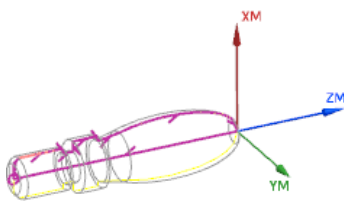

图 4.4 部件边界
Step2. 单击“车削工件”对话框  指定部件边界 右侧的  按钮，系统弹出“部件边界”对话框，此时系统会自动指定部件边界，并在图形区显示如图 4.4 所示；单击  确定 按钮，完成部件边界的定义。